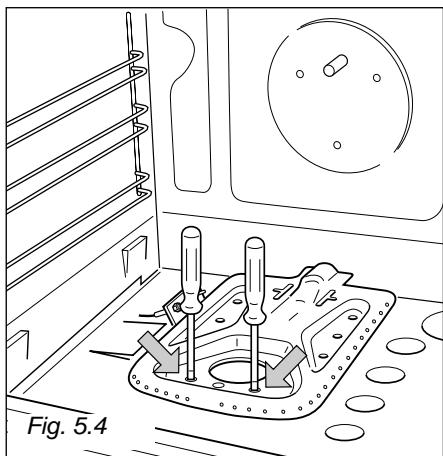

Fig. 5.4
- Svitare le viti che fissano il bruciatore (fig. 5.4)